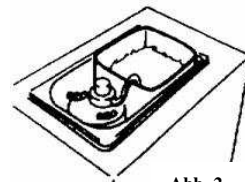

Abb. 2
- Stellen Sie den gefüllten Sahnetopf in die Maschine und schwenken Sie das Saugrohr ein. (Abb. 2)